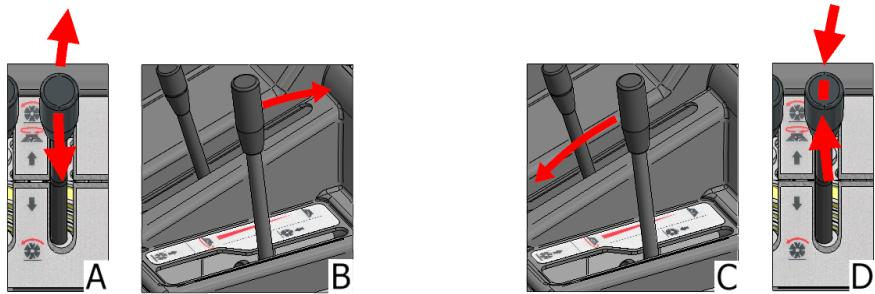

Figura 33
- Agire sulla leva del selettore movimento spazzole (**Part. 7 Figura 12**) portandola a configurazione singola (solo spazzola centrale attivata, leva giù) o combinata (tutte le spazzole attivate, leva su) come mostrato in Figura 33, pos. A.
- Inserire la spazzola centrale spingendo in avanti la leva di comando spazzola (**Part. 8 Figura 12**) come mostrato in Figura 33, pos. B. La spazzola si abbasserà e comincerà a pulire.
- Tirare indietro la leva di comando spazzola (**Part. 8 Figura 12**) come mostrato in Figura 33, pos. C. La spazzola si alzerà dalla superficie.
- Agire sulla leva del selettore movimento spazzole (**Part. 7 Figura 12**) portandola a configurazione mediana (spazzole disattivate) come mostrato in Figura 33, pos. D.